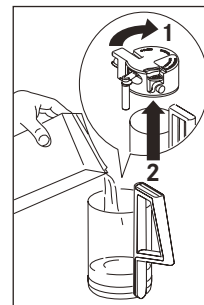

Fig. 30
- Llene el recipiente con aprox. 100 g de leche por cada cappuccino que desee preparar (Fig. 30). No exceda nunca el nivel MÁX. (equivalente a aprox. 750 ml) marcado en el recipiente. Es ideal utilizar leche desnatada o semidesnatada a temperatura de frigorífico (aprox. 5°C).